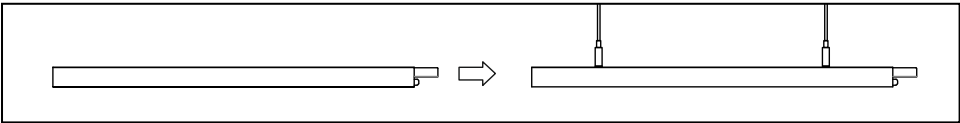

Рис. 3
- 5.12. Осветительные приборы оснащены сквозной проводкой для подключения в линию. После соединения двух осветительных приборов в линию необходимо закрепить соединитель двумя винтами (рис. 3)..